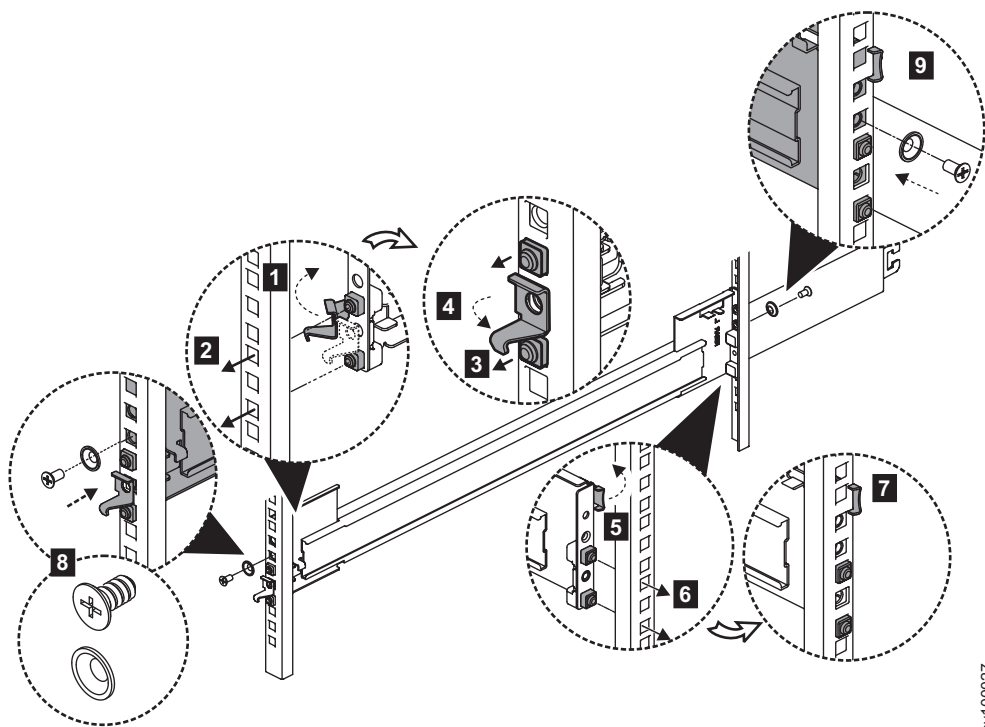

图 43. 将支架组合件安装到机架上
- a. 打开前部挂钩 (1)。
- b. 将无工具导轨安装销钉安装到前部机架杆上 (2)。
- c. 使导轨安装销钉咔嗒一声锁定到位 (3)。
- d. 合上前部挂钩 (4)。
7. 将导轨的外部部分安装到后部机架上，如图 43 中所示。
- a. 打开后部挂钩 (5)。
- b. 使后部支架在后部机架上咔嗒一声锁定到位 (6)。
- c. 合上后部挂钩 (7)。
8. 使用 M5 x 10 毫米螺钉和 M5 垫圈，将前部支架固定到前部机架上 (8)。
9. 使用 M5 x 10 毫米螺钉和 M5 垫圈，将后部支架固定到后部机架上 (9)。